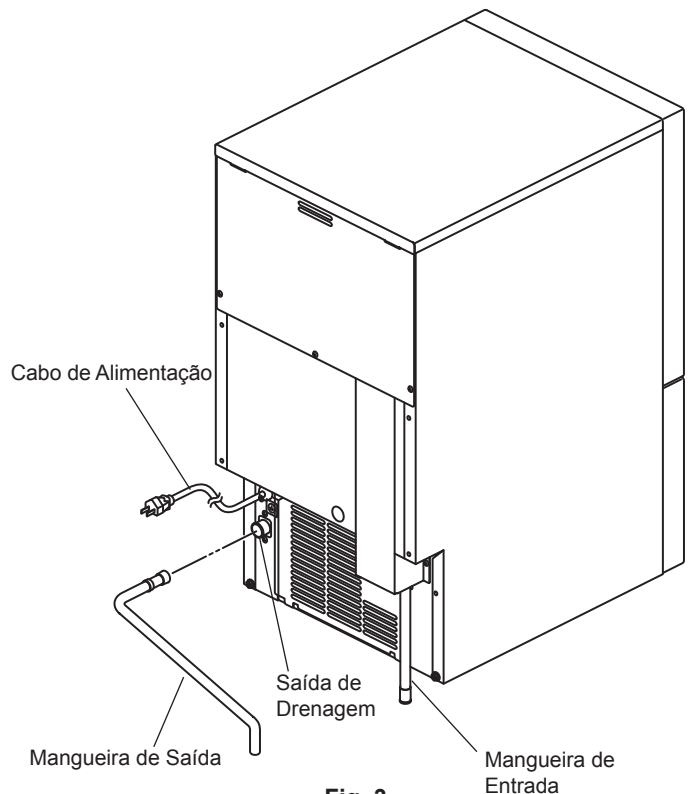

Fig. 3
- 2) Aperte manualmente a mangueira de saída flexível cinza (acessório) no encaixe na parte traseira da máquina de gelo conforme indicado (Fig. 3), garantindo que a anilha de vedação de borracha esteja corretamente posicionada para obter uma junta livre de vazamento. O tubo pode ser cortado no comprimento conforme necessário para se adequar à posição do dreno principal. Para evitar vazamentos de água, prenda a mangueira de saída na saída de drenagem usando uma mangueira.